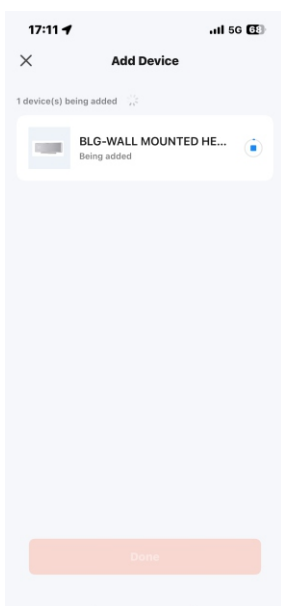

Bild6
- 4) Warten Sie, bis die App eine Verbindung zum Gerät hergestellt hat, wie in Bild 6 gezeigt.